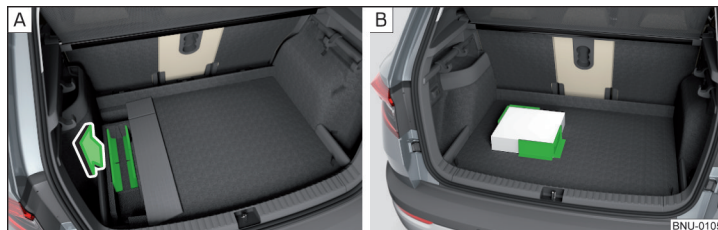

Fig. 150 Enlever l'élément Cargo / Exemple de fixation de la charge
- Avant d'utiliser l'élément Cargo, enlevez-le dans le sens de la flèche » fig. 150 - **A**.
- Fixez le chargement via les éléments Cargo dans la mesure du possible à proximité des sièges arrière » fig. 150 - **B**.